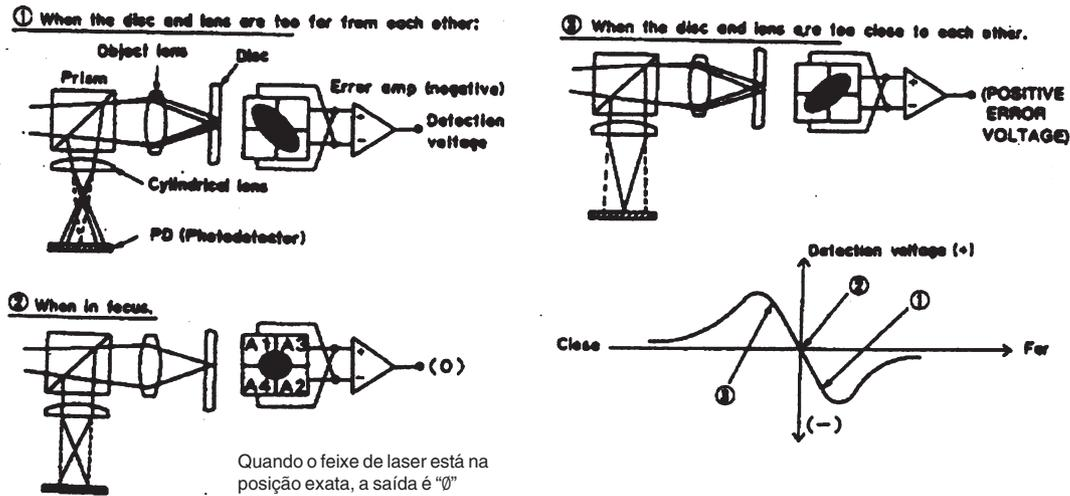

Fig. 23
Quando o feixe de laser é corretamente focado (como mostrado na fig. 23 - item (2) quando focado), o feixe no fotodetector é circular e a quantidade de luz recebida pelos quatro elementos é igual. Neste caso a voltagem detectada pelo amplificador de erro será zero.
- (1) No caso do disco e lentes estarem muito distantes um do outro.
- (2) quando focado.
- (3) No caso do disco e lentes estarem muito perto um do outro.
Com mudanças na posição do disco, o tamanho do feixe de reflexão (luz) muda e a forma do ponto no detector de imagem também muda como indicado na fig. 23(1) e (3). O amplificador diferencial detecta a mudança na quantidade de luz recebida pelos fotodetectores e libera uma tensão maior ou menor. A mudança de voltagem é determinada pela mudança de erro de foco.